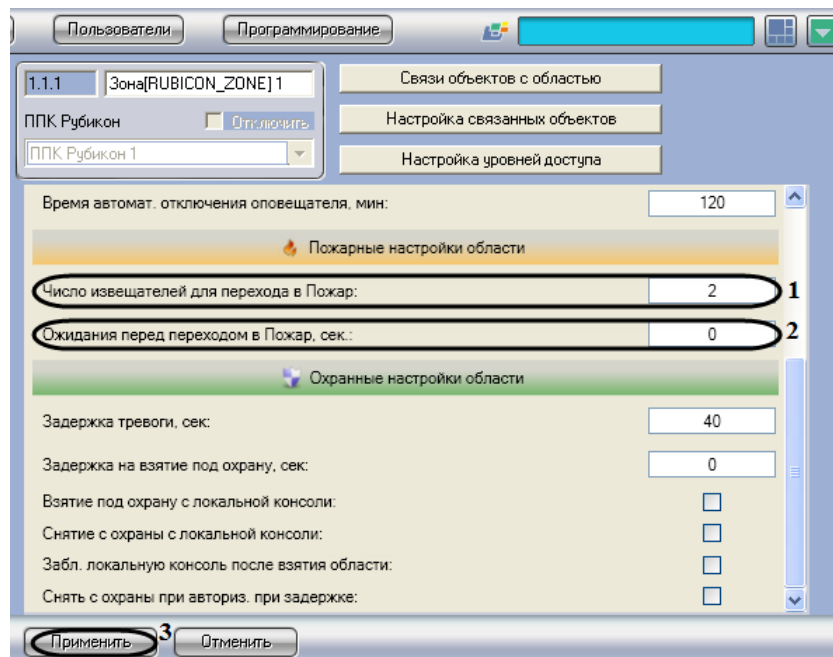

Рис. 3.7—3 Пожарные настройки области
1. Перейти на панель настроек объекта **Зона** (Рис. 3.7—3).
2. В поле **Число извещателей для перехода в Пожар:** необходимо ввести количество извещателей, после срабатывания которых формируется состояние Пожар (см. Рис. 3.7—3, 1).
3. В поле **Ожидания перед переходом в Пожар, сек:** необходимо ввести время ожидания в секундах до перехода в состояние Пожар (см. Рис. 3.7—3, 2).